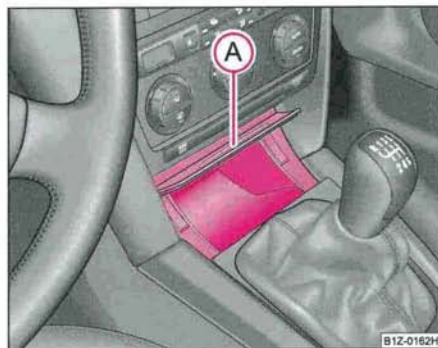

Fig. 103 Console centrale AV: Vide-poches
- Appuyez sur la partie inférieure du couvercle du vide-poches au niveau **A** ⇒ fig. 103 - le couvercle s'ouvre.